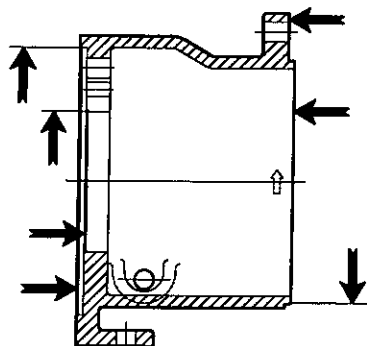

图 V-1
1. 用眼检查 C 型面连接架(340)是否开裂, 检查表面是否锈蚀划伤或有碎屑, 清除所有松散物或异物 (图 V-1)。